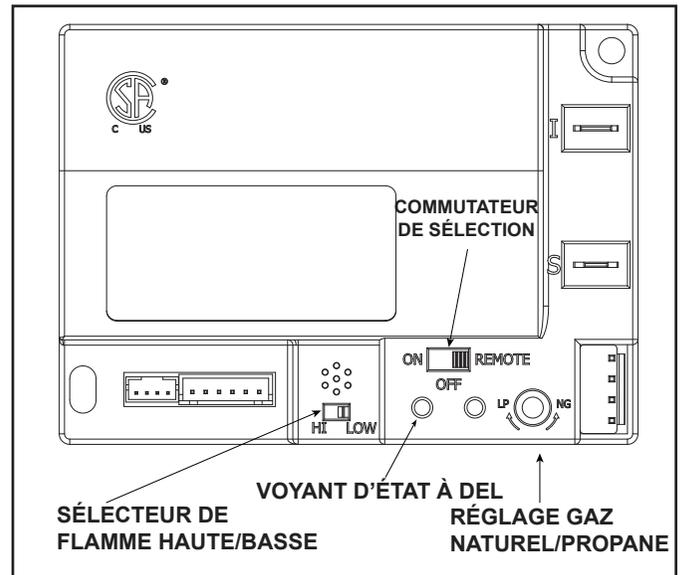

Figure 2.3 Module de commande
1. Le module de commande est équipé d'un sélecteur ON/OFF/REMOTE qui doit être réglé. Voir la Figure 2.3.
2. Si un interrupteur mural câblé est utilisé quand le mode REMOTE du module est activé, la hauteur des flammes peut être réglée au moyen du commutateur HI/LO (HAUT/BAS) du module. Voir la Figure 2.3. Notez que le sélecteur de flamme HI/LO est désactivé une fois la télécommande facultative (RC200/RC300) programmée pour utiliser le module de commande. Notez que le module de commande allume toujours le foyer sur HI (HAUT) et continue à utiliser ce réglage pendant les 10 premières secondes de fonctionnement. Si le commutateur HI/LO est sur la position LO (BAS), la hauteur des flammes deviendra automatiquement minimum après 10 secondes. Une fois ces 10 secondes écoulées, la hauteur de la flamme peut être ajustée entre HI et LO au moyen du commutateur.
- Trouvez le commutateur de sélection de module. (Voir la Figure 2.3.)
- Attendez cinq (5) minutes afin de permettre le dégagement de tout gaz qui aurait pu s'accumuler.